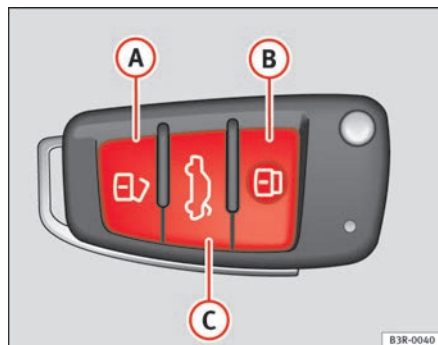

Fig. 78 Chave com telecomando: Botões
- Prima o botão **A** ⇒ fig. 78 durante cerca de 1 segundo.